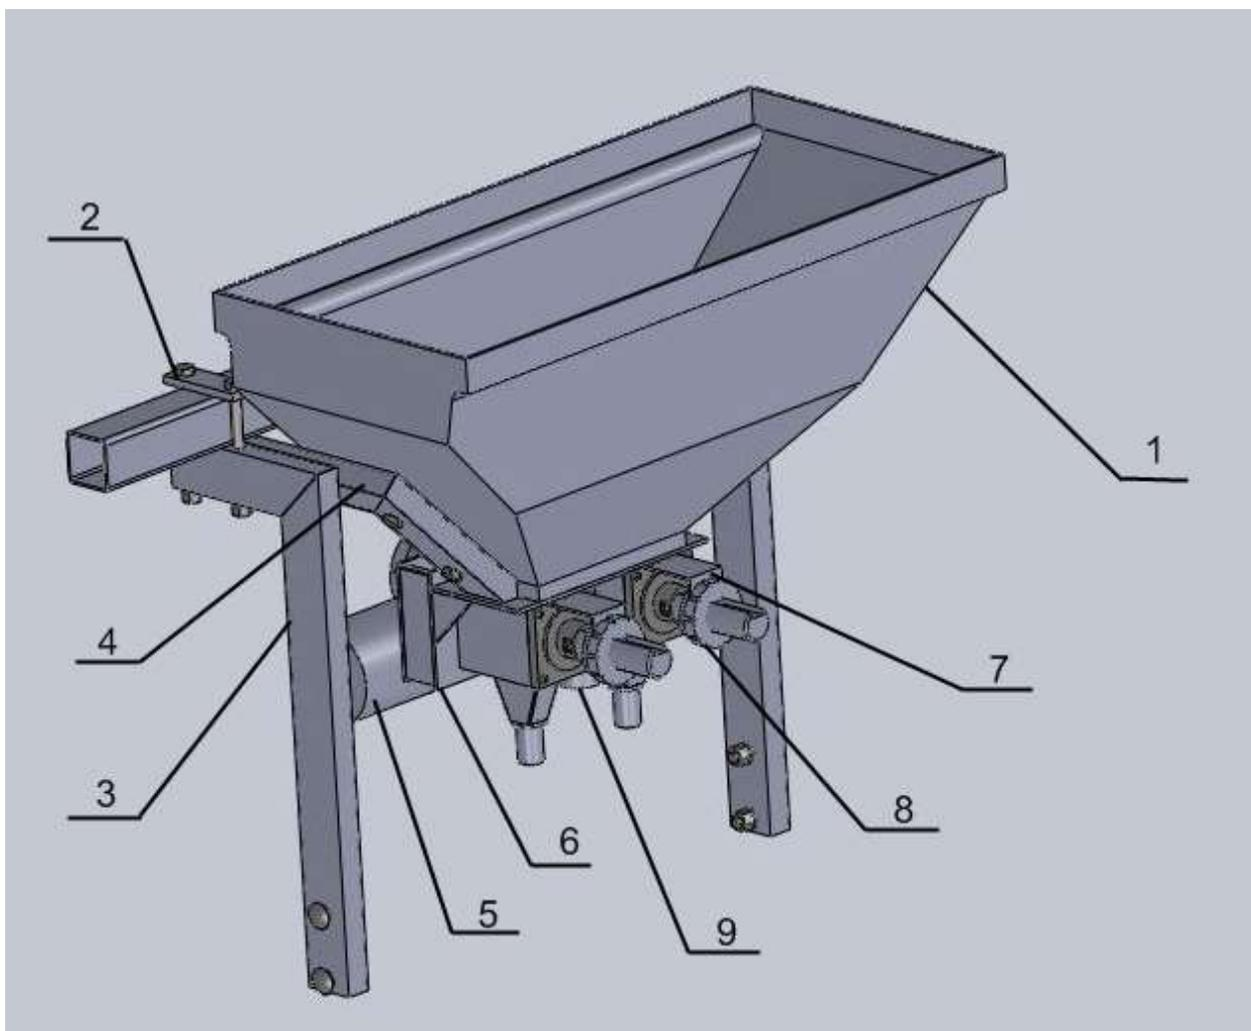
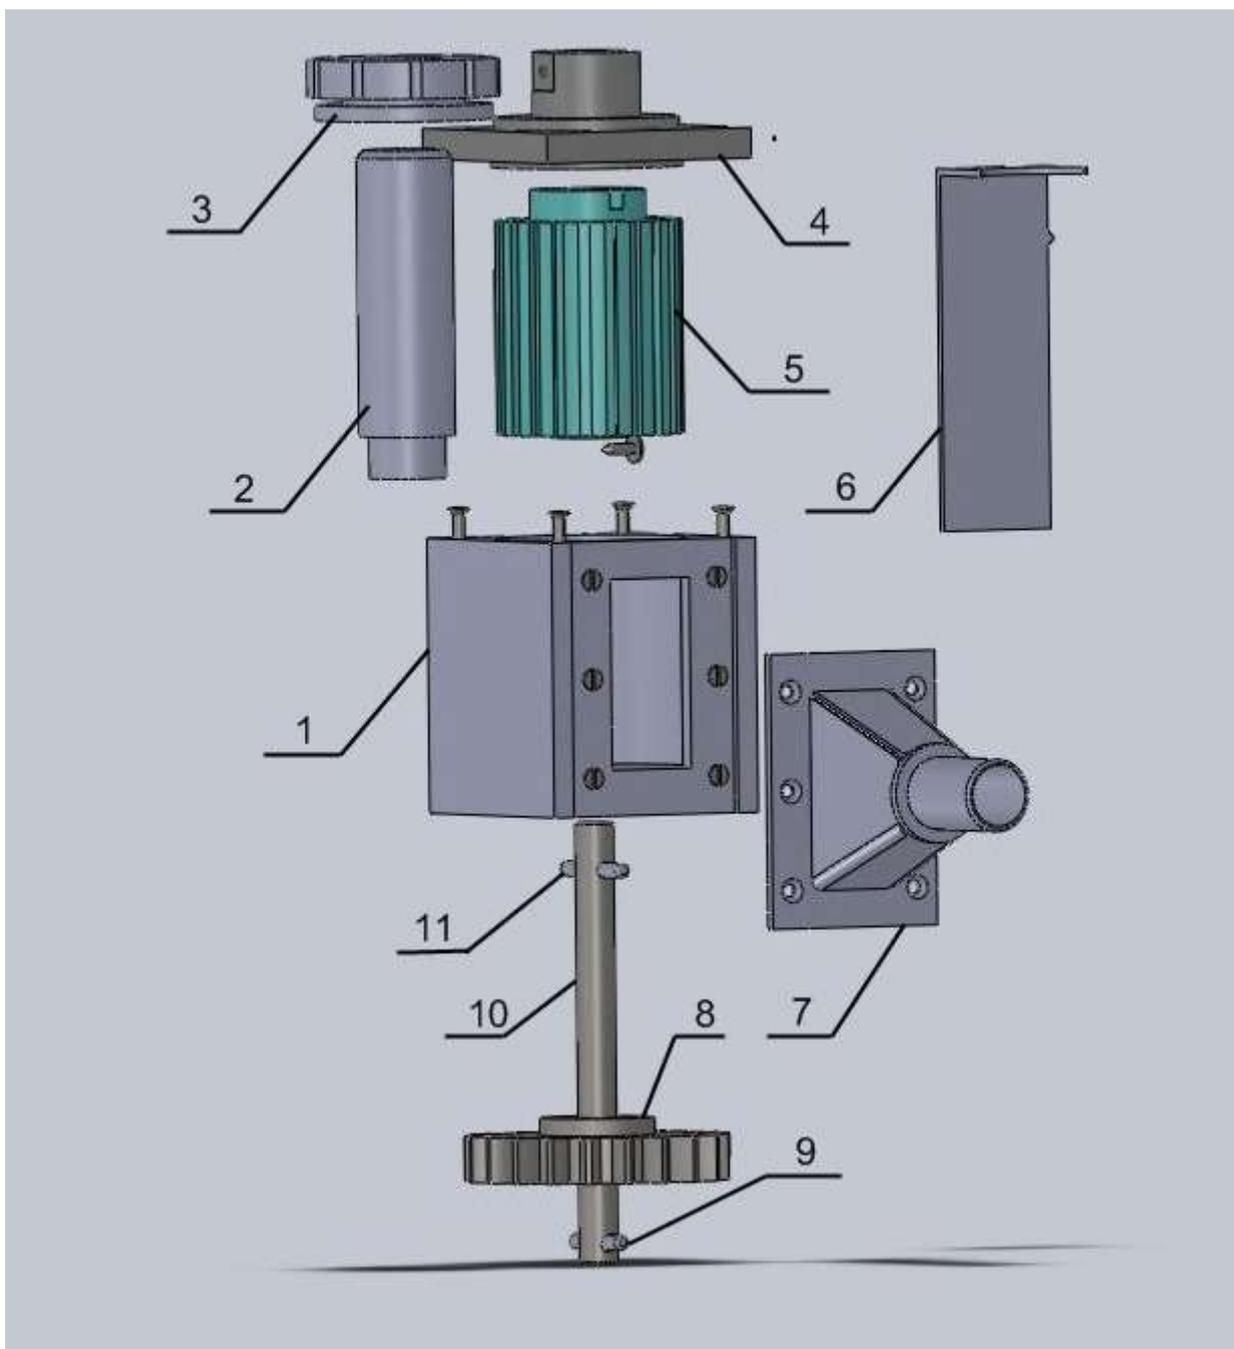

Рис. 1 Устройство дозирования сыпучих компонентов УДСК-21-2 (вид спереди)
Рис. 2 Устройство дозатора
Состав комплекта устройства дозирования сыпучих компонентов УДСК-21-2 показан на рис.1
Устройство дозатора в сборе показано на рис. 2.
В бункер 1 (Рис. 1) емкостью 21 литр засыпается сыпучий компонент (пестицид, микроудобрение и т.д.). Через приемное окно дозатора 7 компонент попадает в ячейки катушки дозатора 5 (Рис. 2) и, благодаря ее вращению, дозировано подается в лоток 7 и, далее, по трубопроводу в сошник картофелесажалки либо в другое место в зависимости от способа использования устройства. Привод катушек осуществляется посредством электрического мотор-редуктора 5 (Рис. 1) через блок шестерен 6. Электропитание устройства осуществляется от бортовой сети трактора 12 вольт. Удаление остатков пестицида из бункера 1 производится через дренаж 9.
7.1 Установить главные кронштейны 3 (Рис. 1) как показано на рисунке. Ширину между ними установить согласно типу используемой картофелесажалки. Так как в сельском хозяйстве используется большое количество различных марок картофелесажалок, то допускается замена данных кронштейнов на другие, которые подходят к данному типу картофелесажалок.